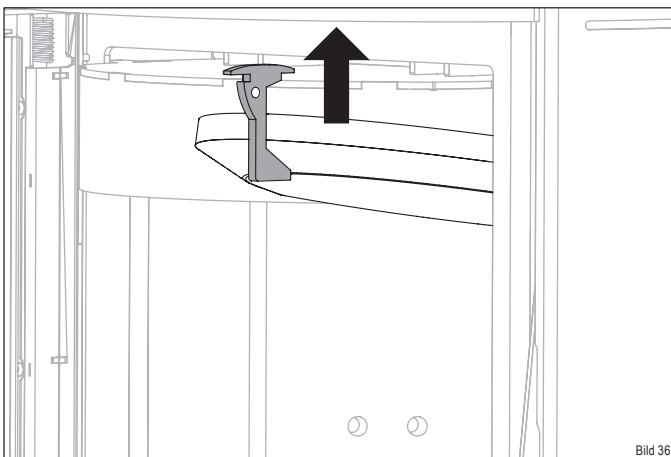

Bild 36
- ▶ Schieben Sie den Thermosteinhalter nach oben (Bild 36).